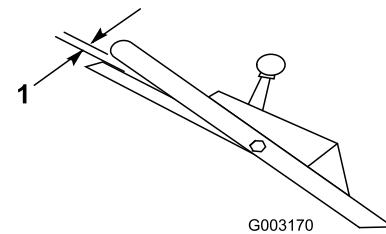

Рисунок 31
**Примечание:** Регулировка будет правильной, когда задние колеса прекратят вращаться и штанга управления будет на расстоянии 2,5 см от рукоятки (Рисунок 31).